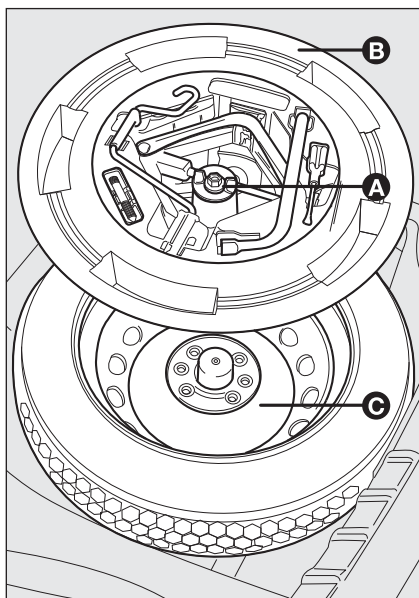

fig. 15
- sistemare il ruotino di scorta C-fig. 15 nell'apposito vano ricavato nel bagagliaio;
- sistemare il contenitore, completo di attrezzi, nella ruota di scorta, avvitando il dispositivo bloccaggio A-fig. 15;